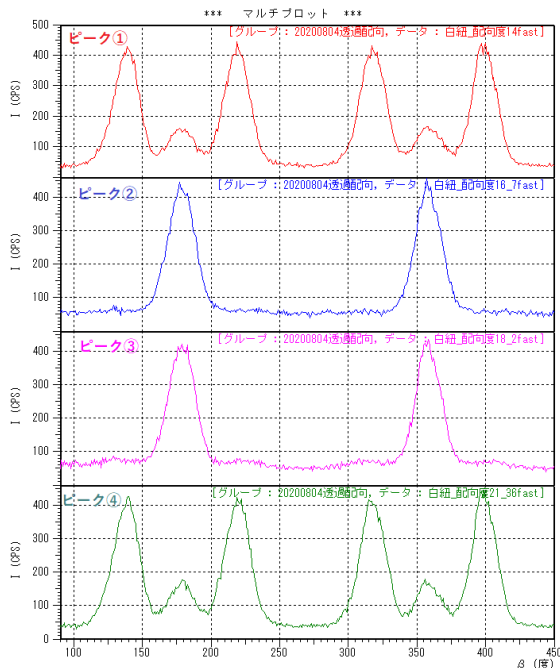

図2 配向度測定結果
ポリプロピレンのピーク①～④について、透過法で配向度測定を行った結果を以下の図2に示します。